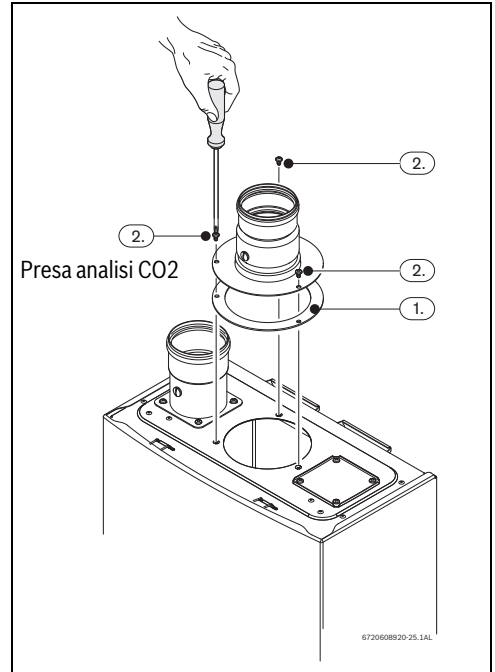

Fig. 30
- ▶ Collocare la guarnizione tra l'apparecchio e l'accessorio base, Fig. 30 , pos. 1.
- ▶ Serrare le 3 viti dell'accessorio base, Fig. 30 , pos. 2.